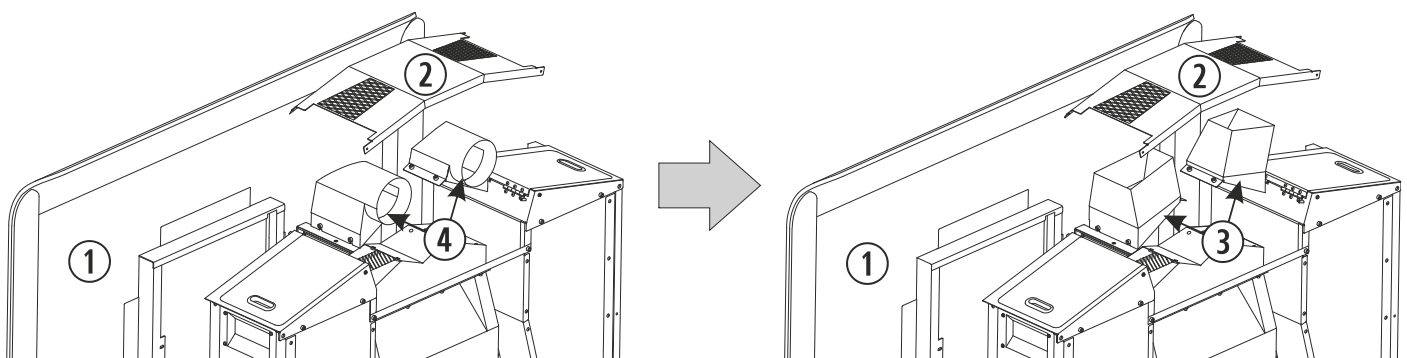

Figura 16
As estufas *Venecia* e *Ibiza* enviam-se com as bocas de ar canalizável de Ø116cm. Em caso de não querer canalizar por conduto o ar de convecção, opcionalmente poder-se-ão substituir as bocas de ar para canalização (④) por saídas directas verticais (③) (ver figura 16), para ter um melhor acesso às bocas de ar no momento de substituir.